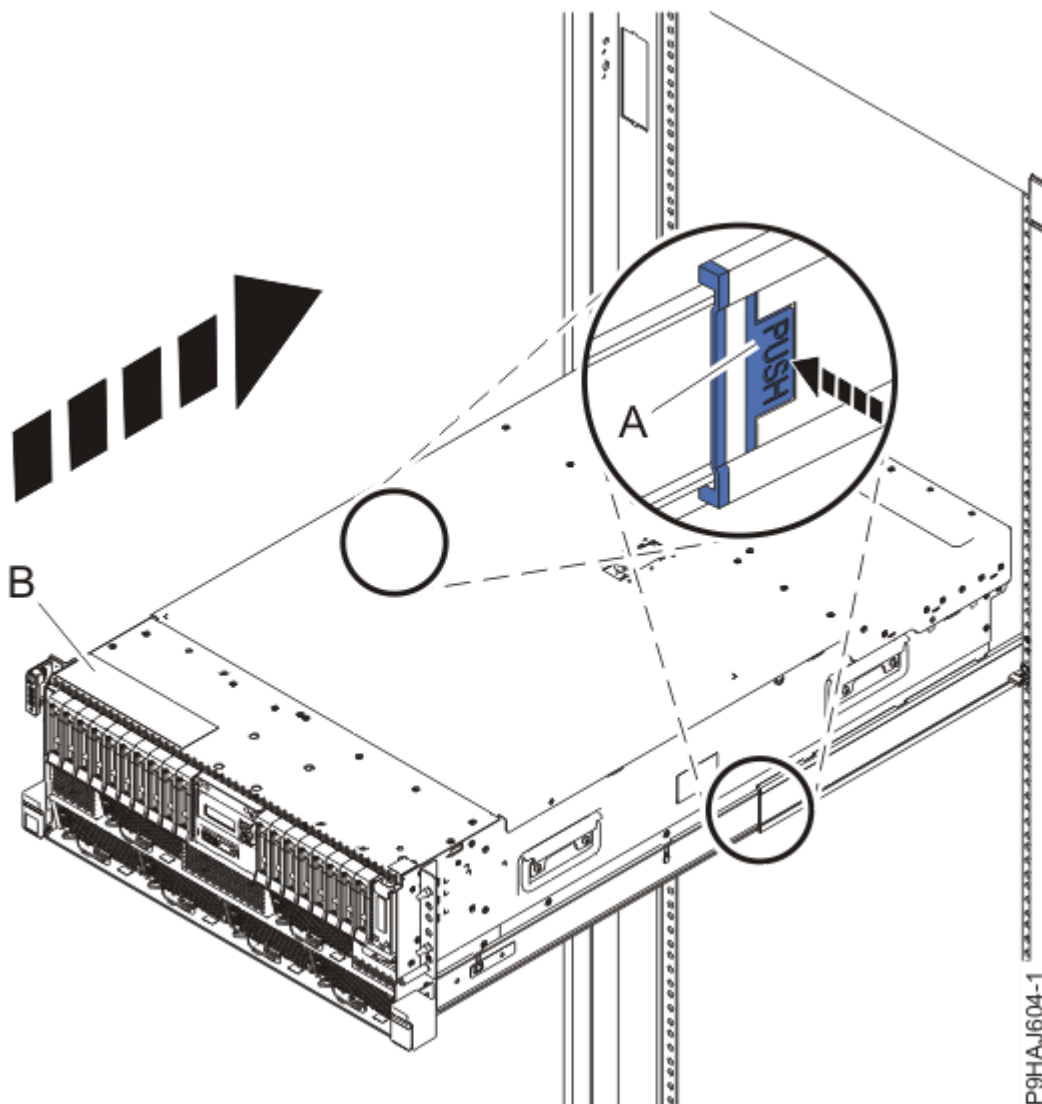

Figura 16. Colocación del sistema en la posición operativa
3. Para un sistema montado en bastidor, desbloquee los pestillos de seguridad de color de azul de los rieles **(A)** tal como se muestra en la Figura 16 en la página 19 presionándolos hacia dentro.